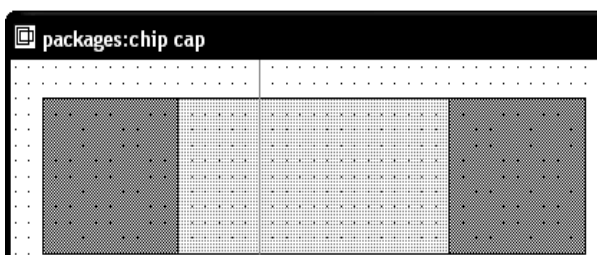

Рис. 4.25
- Щёлкните левой кнопкой мышки по левому медному квадрату в окне рисунка и нажмите клавиши **Ctrl+C** и затем **Ctrl+V** или щёлкните левой кнопкой мышки по значку **Copy** и затем по значку **Paste** на панели инструментов, чтобы скопировать и вставить прямоугольный проводник. Нажмите левой кнопкой мышки на скопированный проводник и, не отпуская кнопки мышки, переместите его к правому краю последнего прямоугольника топологии и щёлкните левой кнопкой мышки, чтобы зафиксировать. Полученная топология показана на рис. 4.25.